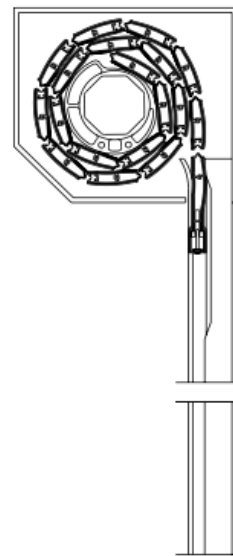
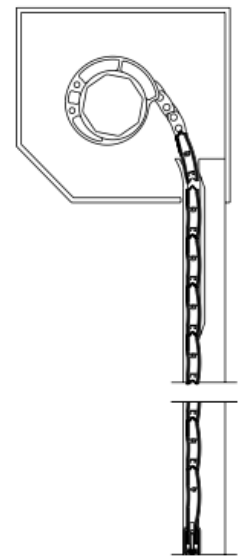

Fig. 16
Fig. 17
- Installer le volet dans les guides (Fig. 16) et le descendre le jusqu'à ce que les lames soient compactes (Fig 17)